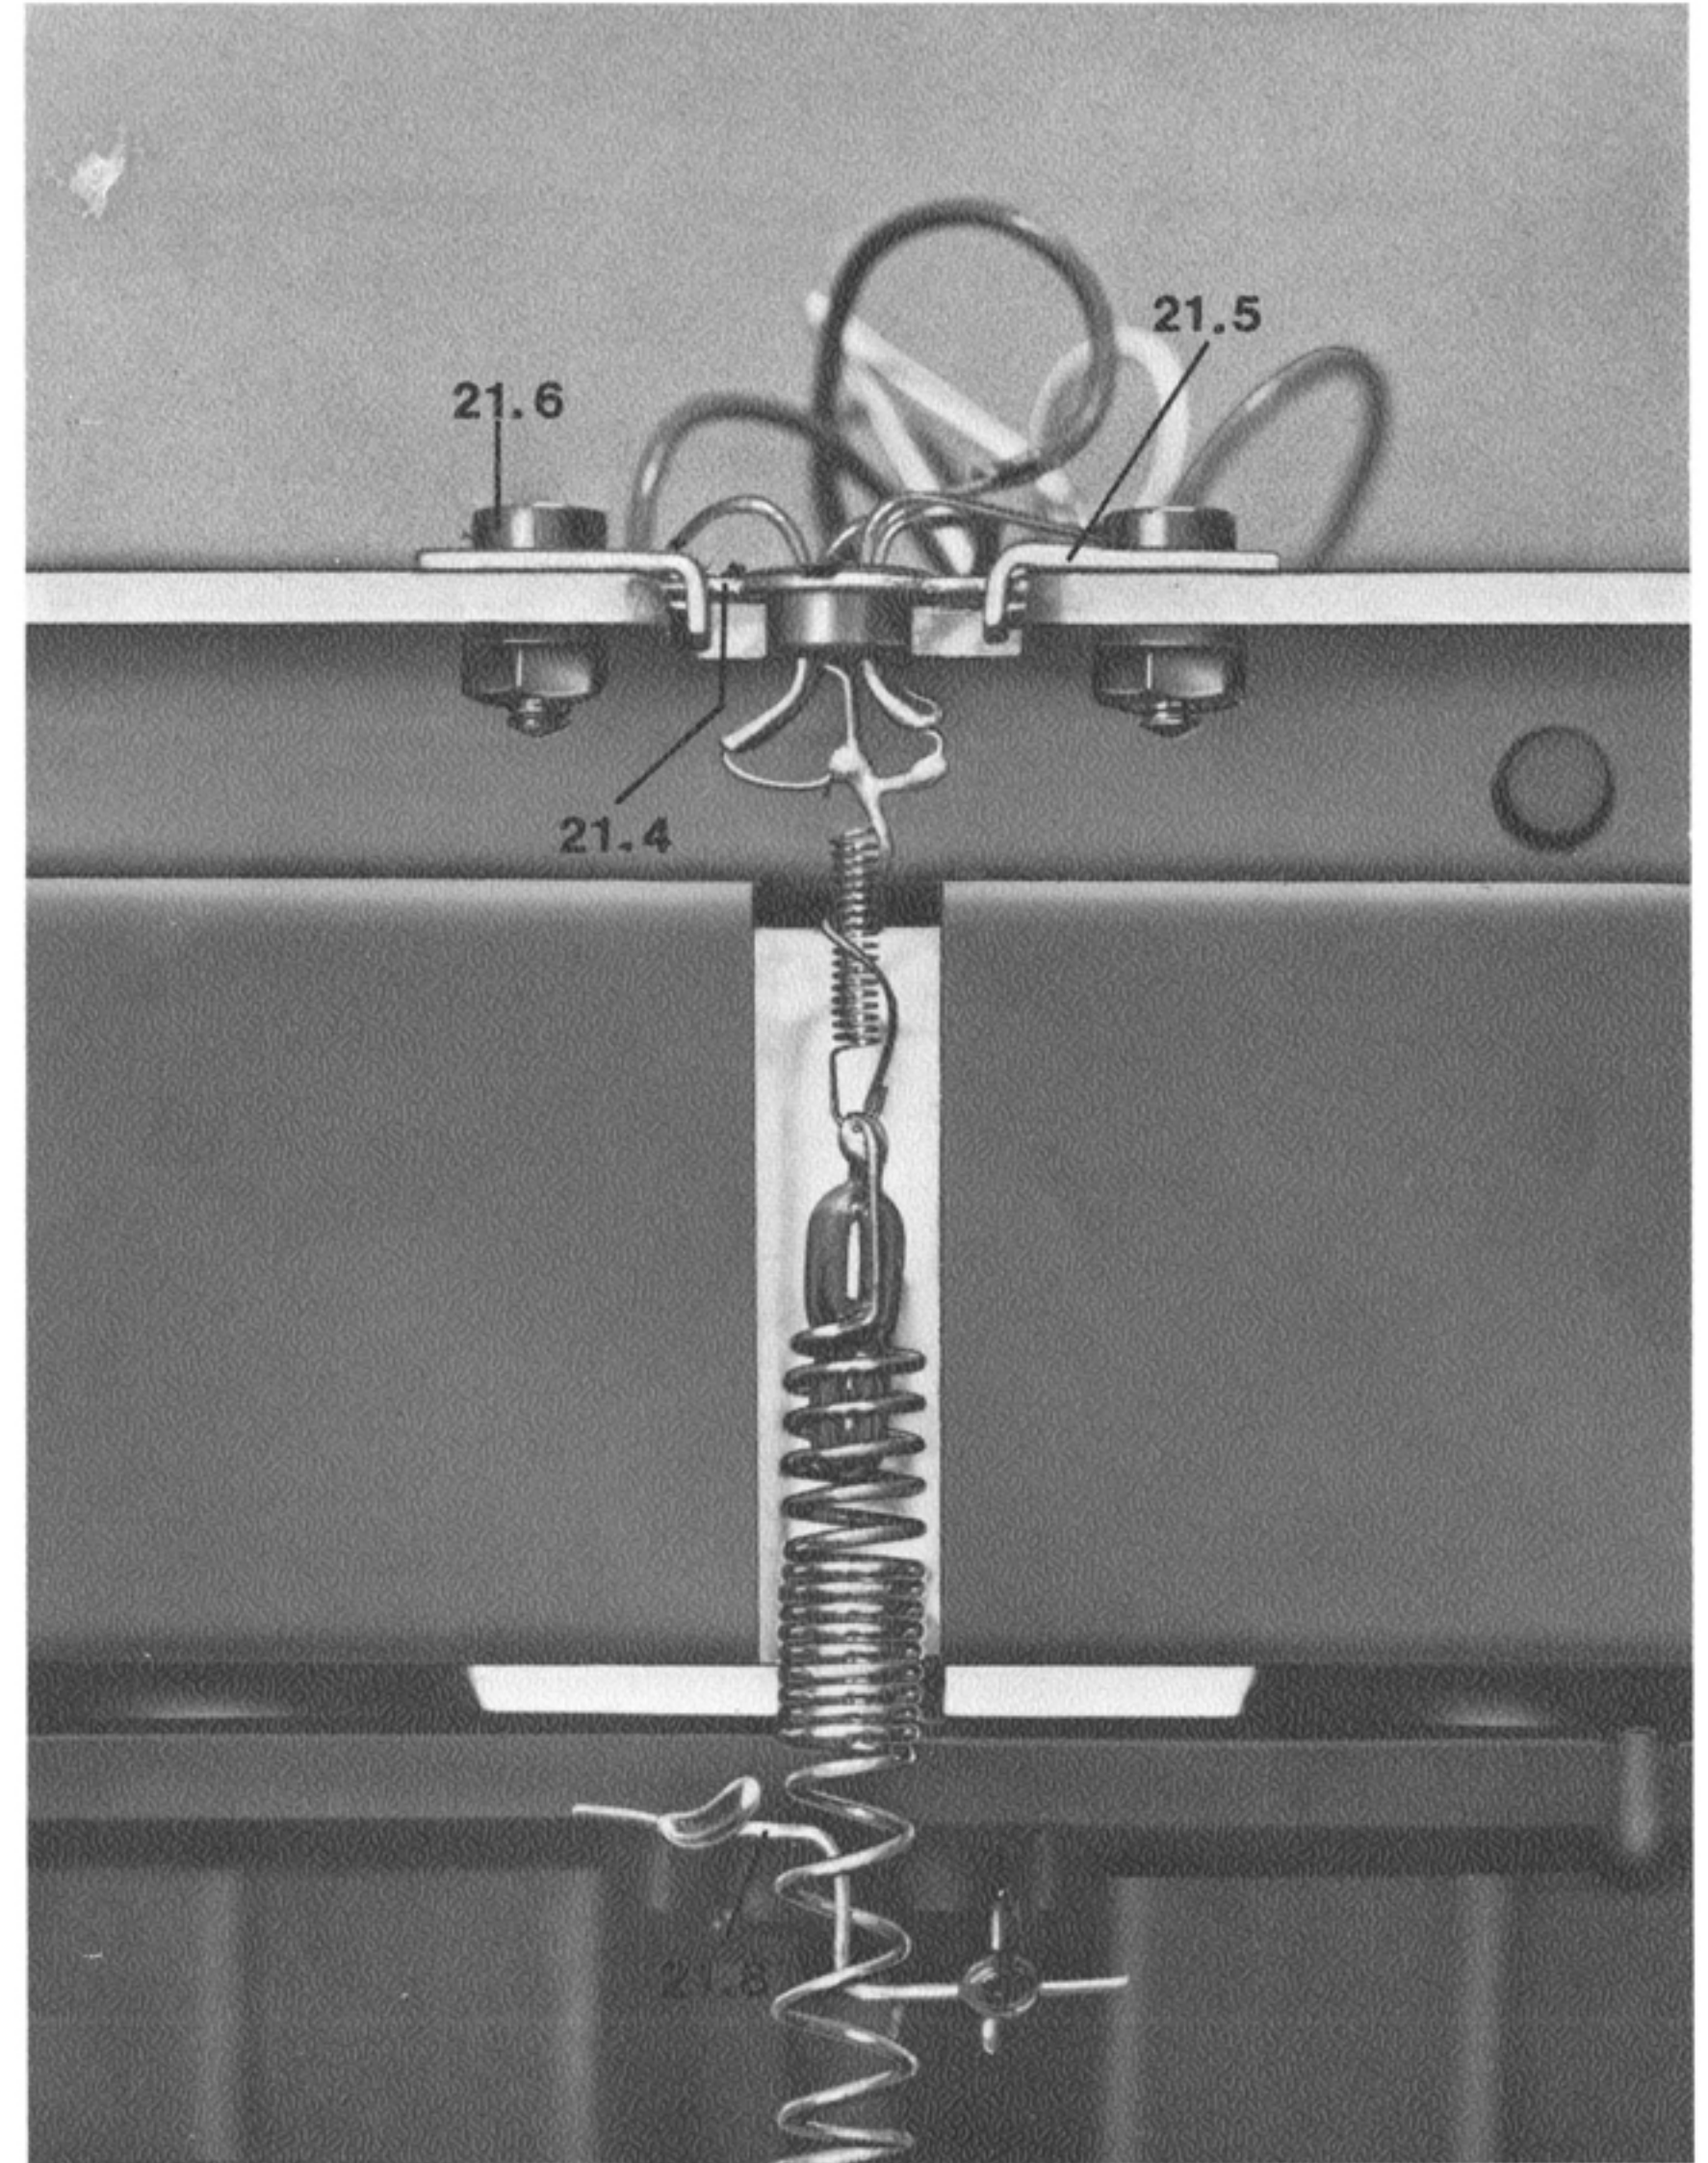

Abb. 7
- 8.1.4 daß die Federn bzw. die Rähmchen nicht an den Magneten im Luftspalt anliegen (siehe Abb. 7).
- 8.1.5 daß die Federn nicht an den Hubbegrenzungen (21.8) anliegen (siehe Abb. 7).
- 8.1.6 daß die Rähmchenanschlußdrähte nicht die Federn berühren (siehe Abb. 7).
- 8.1.7 Die Rähmchen sollen im Luftspalt unter einem Winkel von  $45^{\circ} \pm 5^{\circ}$  stehen (siehe Abb. 7) und den erforderlichen Widerstand aufweisen. Der Widerstand wird zwischen den Steckerstiften an den Steckern der Halleinheit gemessen. Die Widerstände sollen zwischen den Steckerstiften
- 8.1.4 the springs or coils should not touch the magnet in the air gap (see fig. 7).
- 8.1.5 the springs should not touch the movement limiters (21.8: see fig. 7).
- 8.1.6 the thin wires from the coil connections should not touch the springs (see fig. 7).
- 8.1.7 The small coils should be positioned in the air gap of the magnet in an angle of  $45^{\circ} \pm 5^{\circ}$  (see fig. 7) and should have the necessary resistance. The resistance is measured between the pins of the reverb unit connector and should have a value of: